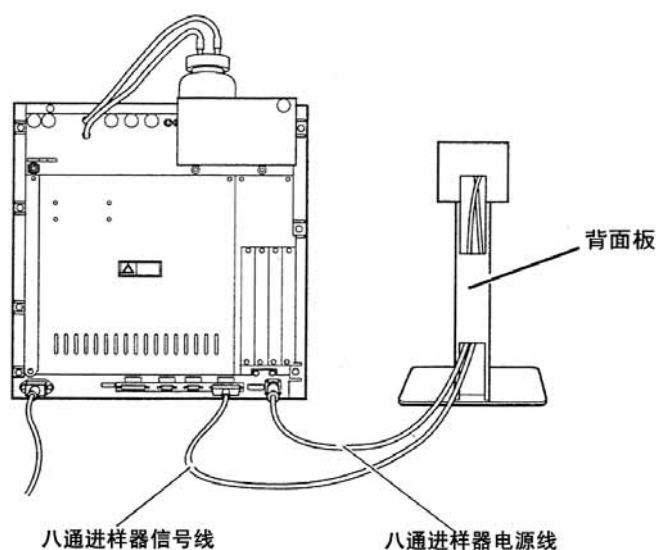

图 6.16 电缆的连接 (TOC-V 主体与八通进样器间)
- 3、如图 6.16 所示电缆通过背面板当中，按原样装上盖。